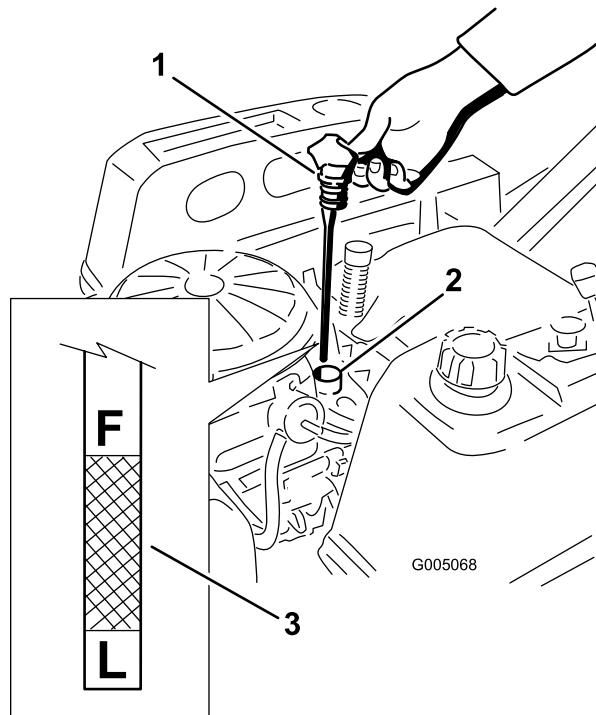

Figura 36
5. Insira a vareta e empurre-a firmemente para o lugar (Figura 36).
6. Retire a vareta e verifique o nível de óleo (Figura 36).
9. Retire a tampa de enchimento e a vareta (Figura 36).
19. Coloque lentamente cerca de 80% da quantidade de óleo especificada no bocal de enchimento do óleo (Figura 36).
20. Volte a colocar a tampa de enchimento e vareta e empurre-a firmemente para o lugar (Figura 36).
21. Verifique o nível de óleo (Figura 36); consulte Verificação do nível de óleo do motor (página 32).
23. Volte a colocar a tampa de enchimento e vareta e empurre-a firmemente para o lugar (Figura 36).